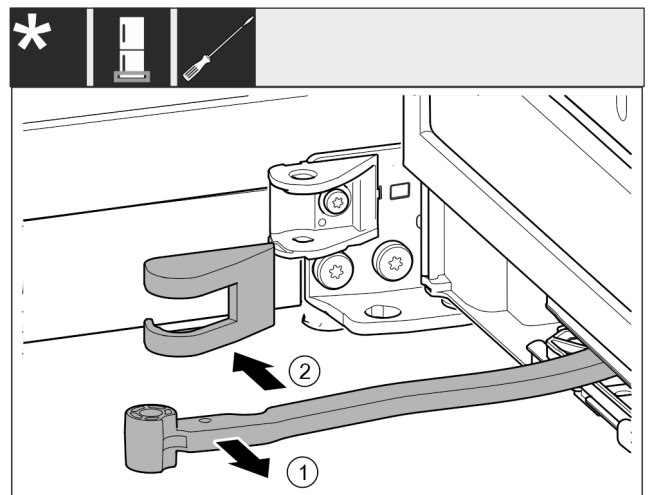

Fig. 16
- ▶ Scharnier in de richting van de deur draaien. Fig. 16 (1)
- ▶ Afdekking van de lagerbus verwijderen. Fig. 16 (2)